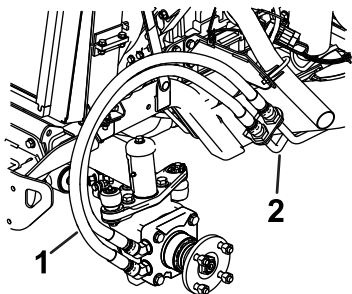

Рисунок 2
- Отсоедините имеющиеся гидравлические шланги от гидравлических трубок напротив колеса и сразу установите колпачки на гидравлические трубки (Рисунок 2 и Рисунок 3).